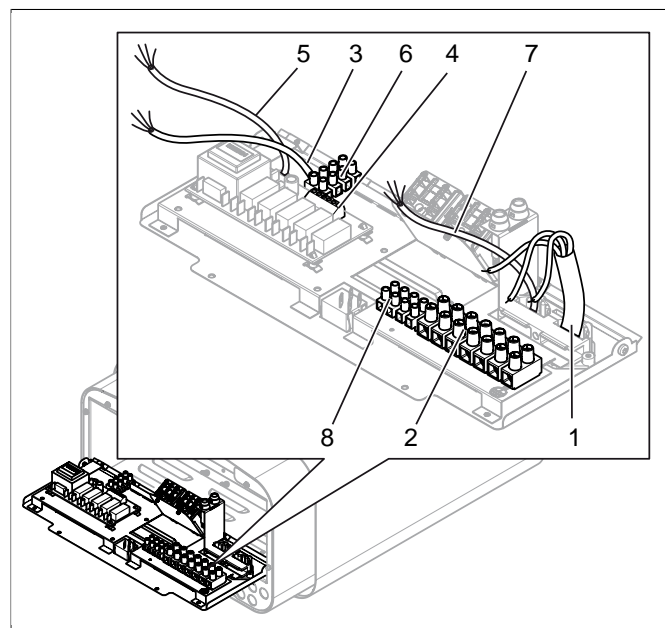
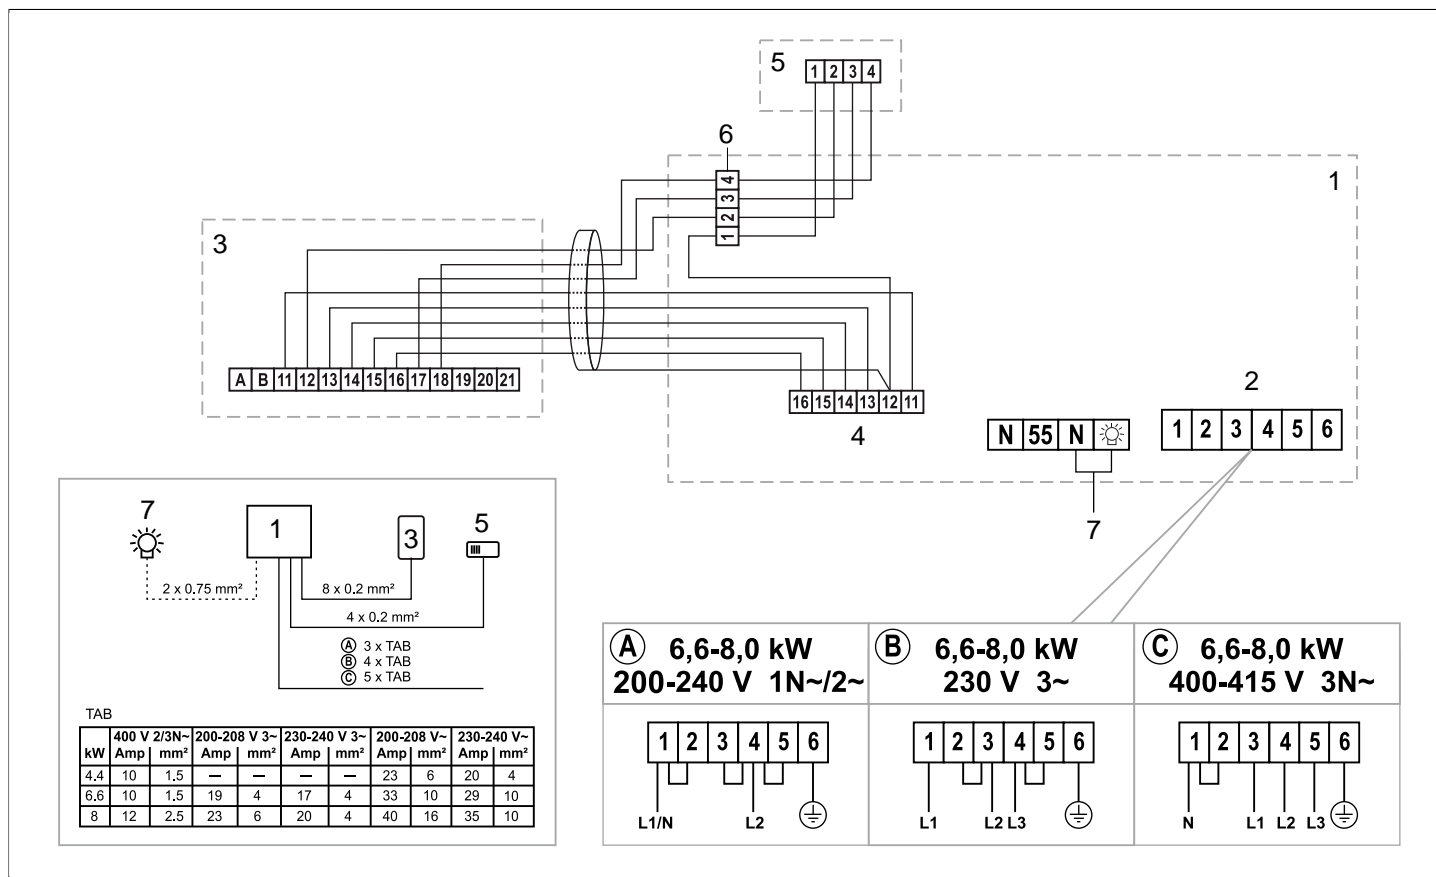

Fig 8: Kretskortet
Fig 15: Kopplingschema
Anslut elkabeln (1) i plint (2) (se **Fig 8**, sidan 4) enligt kopplingsschema (se Avsnittet **Anslutning/kopplingsschema**, sidan 6).
4. Anslut manöverpanelens kabel (3) i plint (4 och 6) (se **Fig 8**, sidan 4) enligt kopplingsschema (se Avsnittet **Anslutning/kopplingsschema**, sidan 6).
5. Anslut sensorns kabel (5) i plint (6) (se Avsnittet **Anslutning/kopplingsschema**, sidan 6) enligt kopplingsschema (se Avsnittet **Anslutning/kopplingsschema**, sidan 6).
6. Anslut eventuell kabel till belysning (7) se **Fig 8**, sidan 4 till plint (8) enligt kopplingsschema **Fig 15**, sidan 6.
Vid inkoppling till spänningar eller fas-tal, som inte anges i kopslingsschema **Fig 15**, sidan 6, kontakta Tylö kundservice.